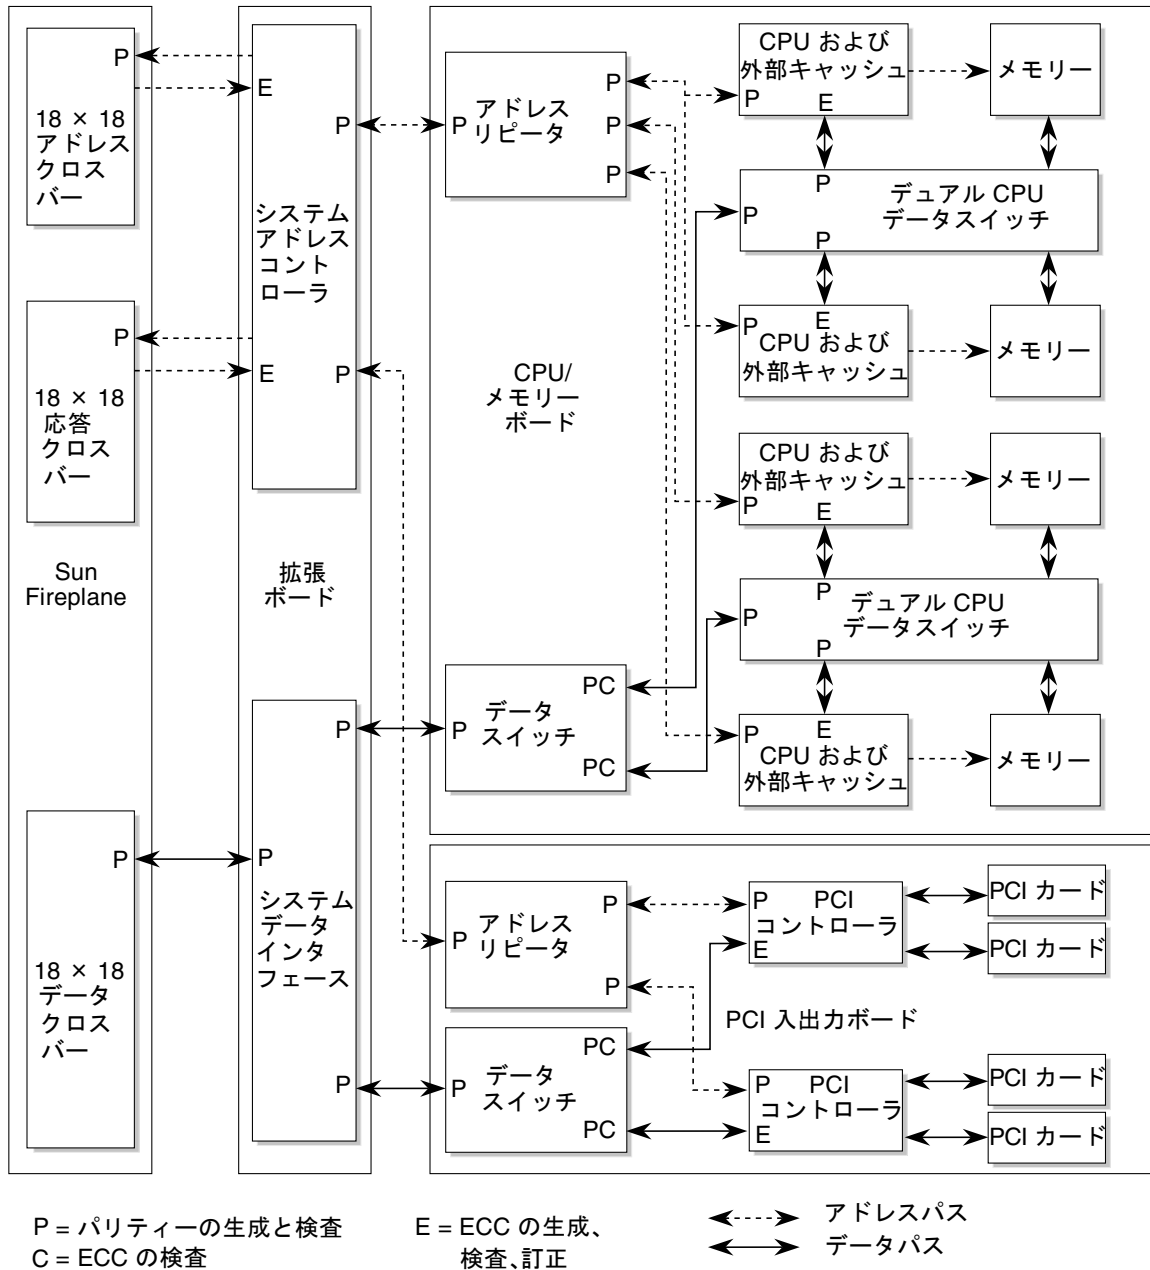

図 3-2 インターコネクト ECC およびパリティチェック
図 3-2 に、アドレスおよびデータインターコネクトのさまざまなポイントにおける保護方法を示します。ブロック図の P、E、C の文字はそれぞれ、パリティの生成および検査、ECC の検査、受け取ったユニットによる ECC の生成および検査、訂正を意味します。点線はアドレスインターコネクトを示し、実線はデータインターコネクトを示します。
- 個々の二地点間データ通信は、パリティによって保護されます。これは、図 3-2 の P で示された箇所です。
- ECC は、各システム装置に送受信される時、レベル 1 のデータスイッチによって検査されます。これは、図 3-2 の E で示された箇所です。